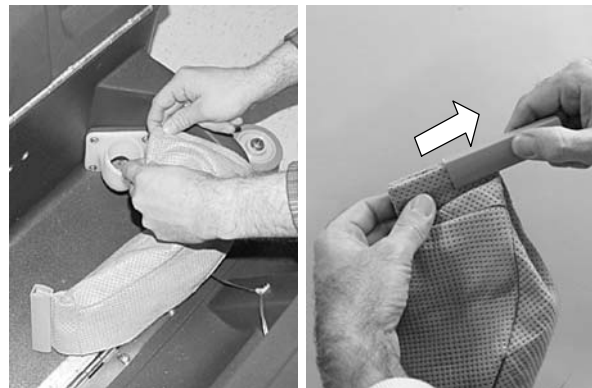

FIG. 27
2. Videz ou remplacez le sac à poussière. Retirez l'attache du sac pour vider le sac (Figure 27). Ne laissez pas le sac se remplir au-delà de la moitié de la capacité.